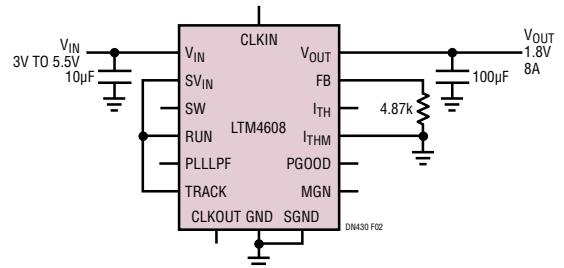
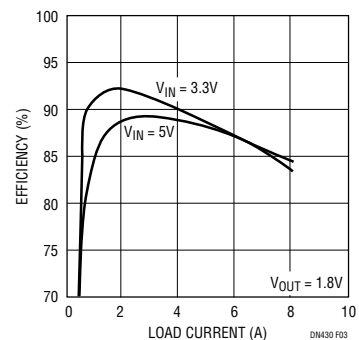

図2. 1.8V/8Aのアプリケーションには外付け部品がほとんどいらない
図3. 図2のアプリケーションの効率
1.8V出力の標準的設計を図2に示します。その効率を図3に示します。LTM4608には2個の10 $\mu$ Fのセラミック・コンデンサが内蔵されているので、追加の入力コンデンサは最大8Aレベルまでの大きな負荷ステップにだけ必要です。リニアテクノロジー社は、特定のデザインに必要な容量を計算